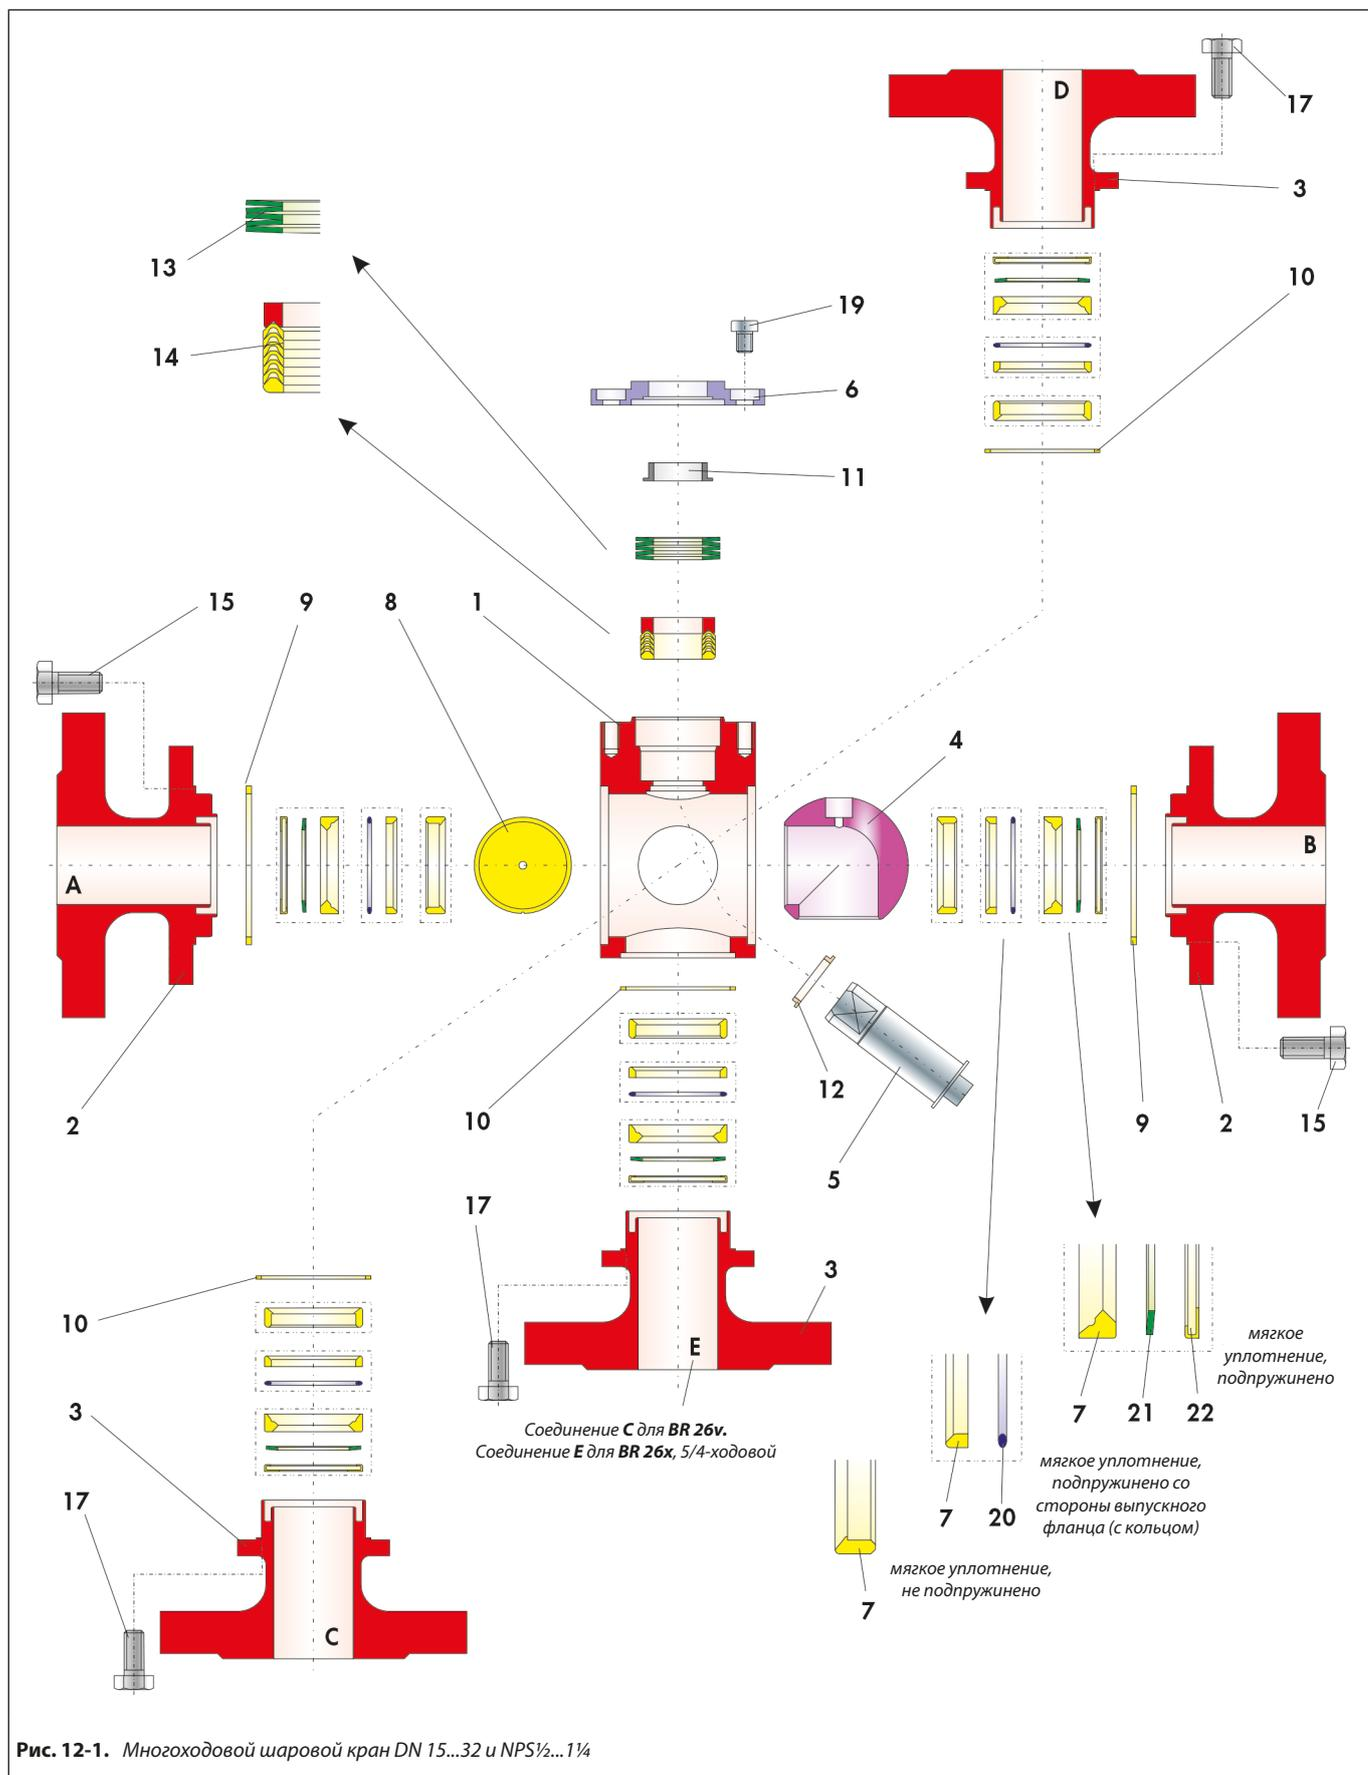

Рис. 12-1. Многоходовой шаровый кран DN 15...32 и NPS1/2...1 1/4
- ⇒ Это исполнение шарового крана показано на рис. 12-1.
- ⇒ Ослабьте винты (15) и осторожно снимите оба фланца корпуса (2).